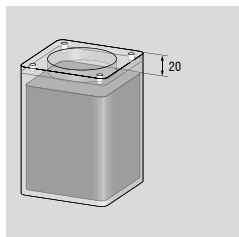

Fig. 12.3.1
1. Ouvrir les quatre vis à six pans creux sur la partie supérieure du réservoir d'huile (pos. 10 sur dessin – chapitre 6.2) et vider le réservoir.
2. Suite à cette vidange, évacuer le reste d'huile hydraulique par la vis de remplissage d'huile (pos. 9 sur dessin – chapitre 6.2). Ouvrir pour ce faire la vis de remplissage d'huile à l'aide d'une clé mâle.
3. Le nouveau remplissage du cric hydraulique nécessite au total 700 ml d'huile hydraulique (voir aussi le chapitre 6.6 – Huiles hydrauliques et lubrifiants recommandés). Remplir tout d'abord le réservoir avec de l'huile hydraulique jusqu'à 20 mm en-dessous du bord (fig. 12.3.1). Remplir enfin le reste d'huile hydraulique par la vis de remplissage d'huile ouverte (pos. 9 sur dessin – chapitre 6.2).